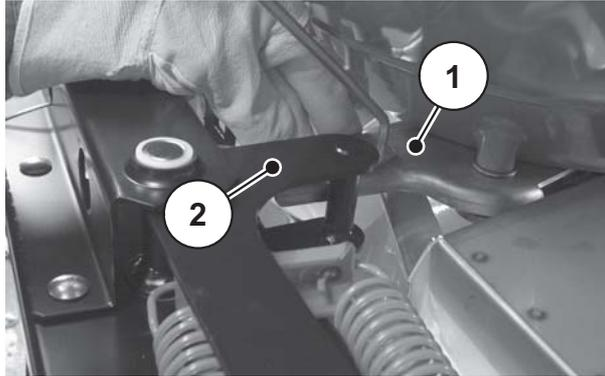

рисунок 9.6: Вытягивание дозирующей заслонки до упора
18. Вытяните дозирующую заслонку [1] рукой до ограничителя [2] (см. Рисунок 9.6).